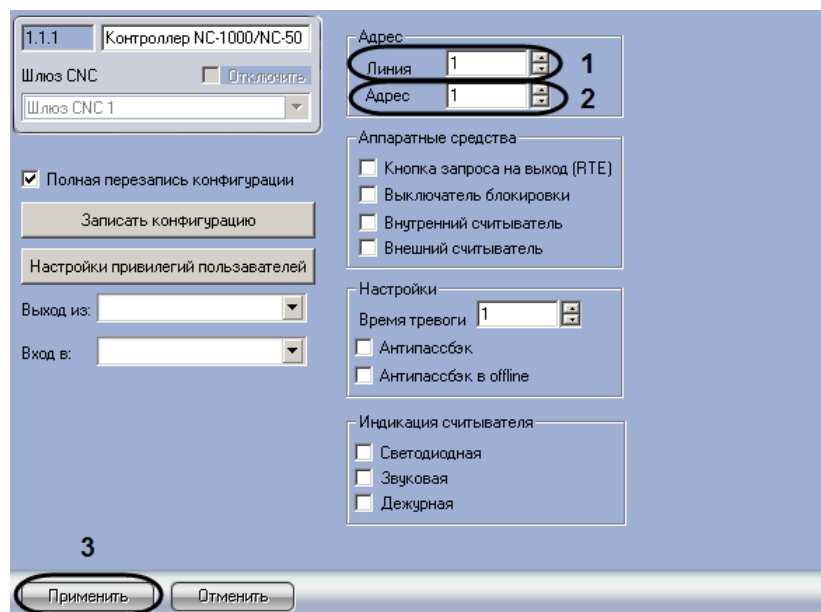

Рис. 3.4—2 Задание параметров связи контроллера с Ethernet-шлюзом или ЦКС
1. Перейти на панель настроек объекта **Контроллер NC-1000/NC-5000**, соответствующего требуемому контроллеру (Рис. 3.4—2).
2. В поле **Линия** ввести номер линии связи RS-485 Ethernet-шлюза, к которой подключен контроллер (см. Рис. 3.4—2, 1).
3. В поле **Адрес** ввести незанятый адрес контроллера в диапазоне от 1 до 63 (см. Рис. 3.4—2, 2).